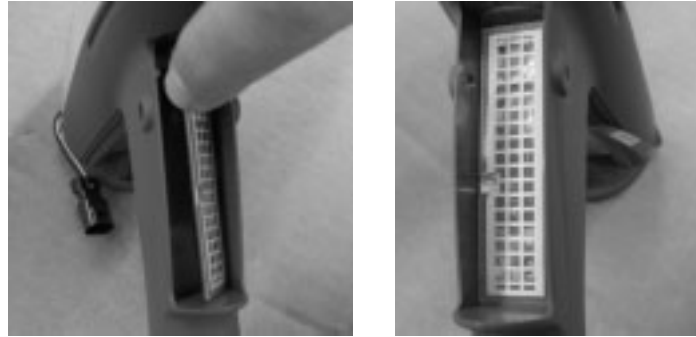

Figure 6-11 Pose du commutateur de gâchette – Étape 4
4. Voir la Figure 6-11. Retirer la pellicule de protection de l'adhésif du commutateur.